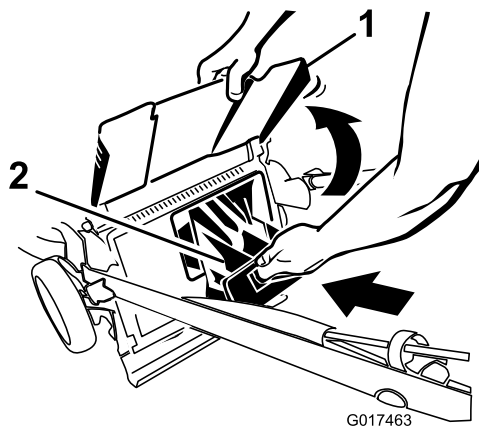

Figure 27
4. Installez l'obturateur d'éjection arrière (Figure 27).